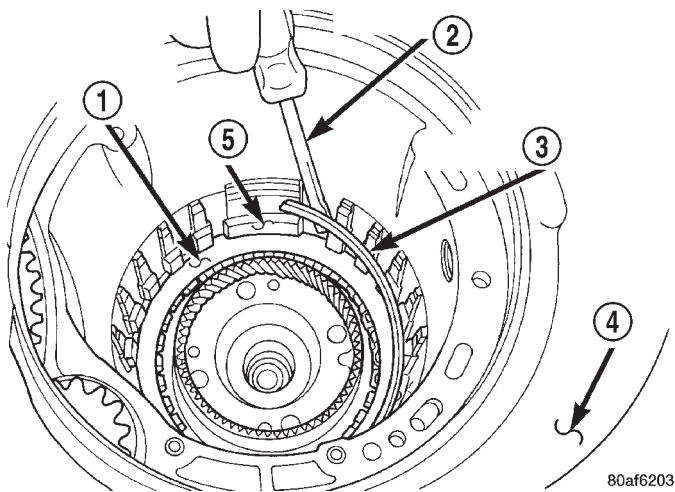

Fig. 39 Desmontaje del anillo de muelle cónico
(31) Retire el anillo de muelle cónico (Fig. 39).